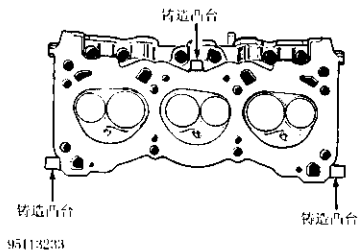

图 14-12 测量气缸盖厚度
2) 重修平面后, 用深度千分尺测量从底平面到 3 个铸造凸台的距离(图 14-12)。如果尺寸小于 0.044in (1.12 mm), 更换气缸盖。新的气缸盖此尺寸应该为 0.054 - 0.066in (1.37 - 1.68 mm)。